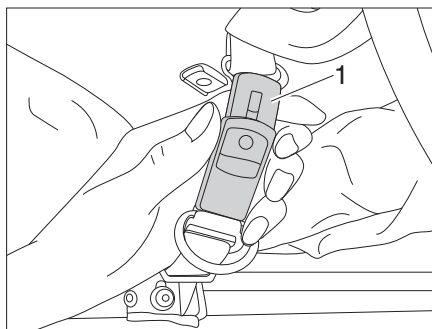

Figura 36 Abrir el cinturón de retención
- Abrir cinturones de retención (Figura 36, 1).
- Cerrar el cinturón de retención (Figura 36,1).